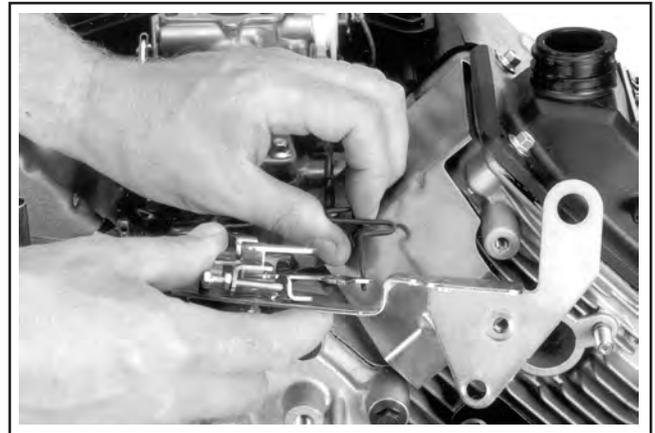

Abbildung 11-83. Anschluss Gestänge Choke.
1. Die Gestänge des Chokes an den Vergaser und an den Antriebshebel des Chokes montieren. Siehe Abbildung 11-83.